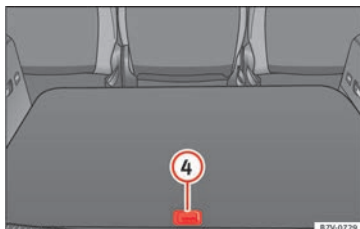

Fig. 187 Otros compartimentos en el suelo del maletero.
Abrir el compartimento posterior » fig. 187 ④:	▷ Levante por el asa la parte posterior del suelo del maletero.